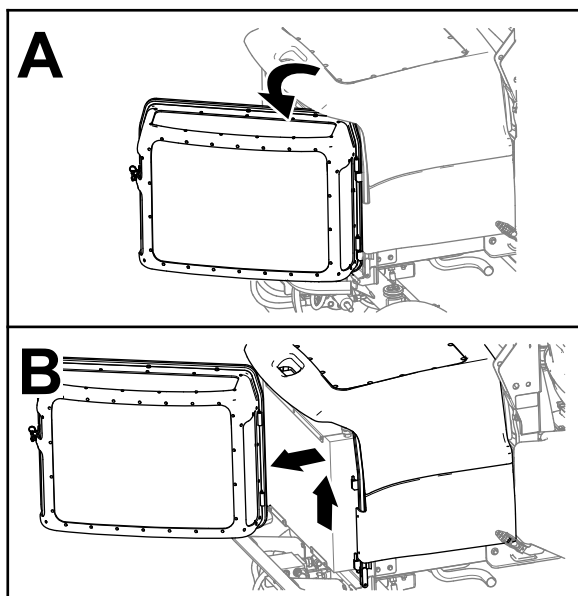

Figura 63
3. Sbloccate la griglia del motore, apritela e sollevatela dalla macchina (Figura 63).